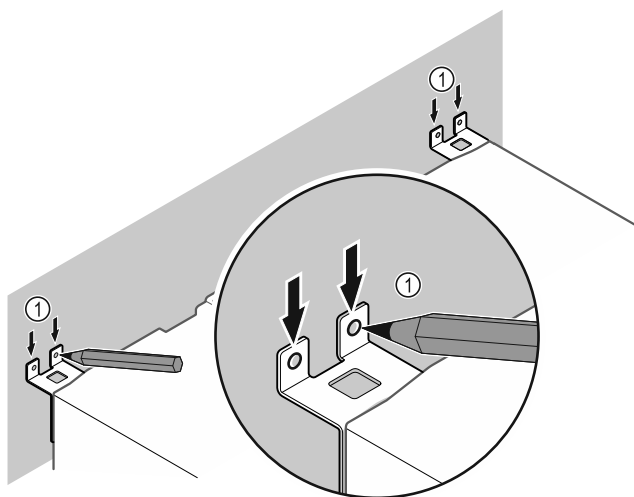

Fig. 68
- Trazar las marcas en la pared Fig. 68 (1).